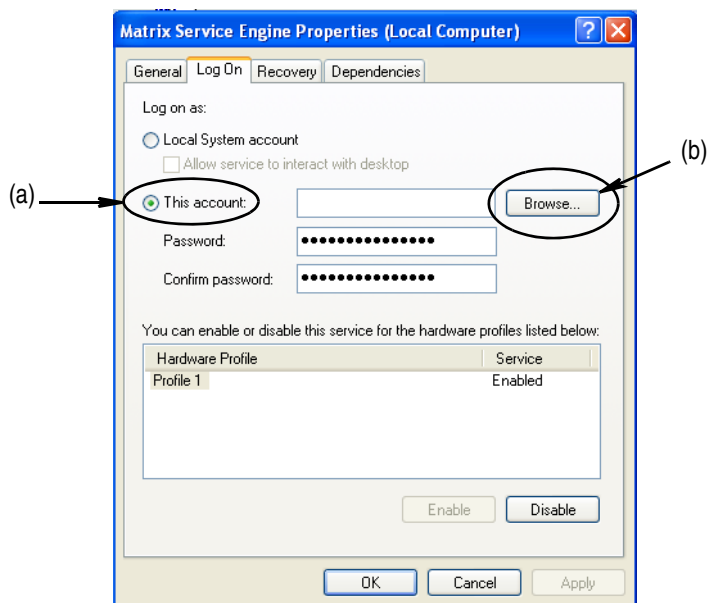

FIG. 39
- f. Seleccione “Esta cuenta” (a) (FIG. 39).
- g. Haga clic en el botón Examinar (b) (FIG. 39).
- Si se encuentra el nombre proporcionado, se volverá a mostrar la pantalla que se representa en la FIG. 39. Ingrese la contraseña de su ordenador. En el campo Confirmar contraseña, vuelva a introducir exactamente la misma contraseña.